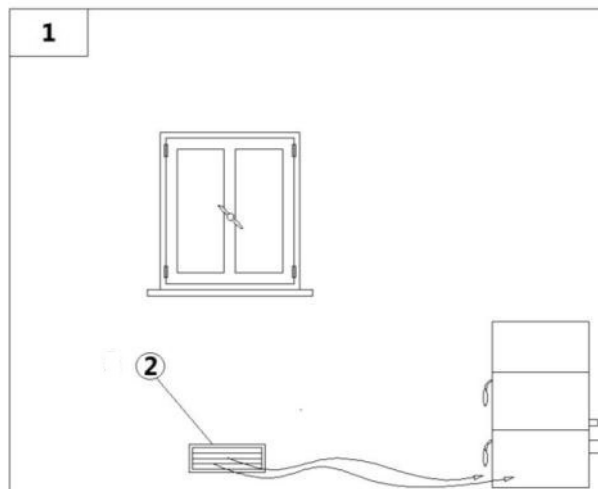

Fig. 10 - Afluencia del aire directa
LEYENDA	Fig. 10
- La afluencia del aire entre el ambiente externo y la sala puede suceder por vía directa por medio de una brecha en la pared externa del edificio (véase **Fig. 10**).